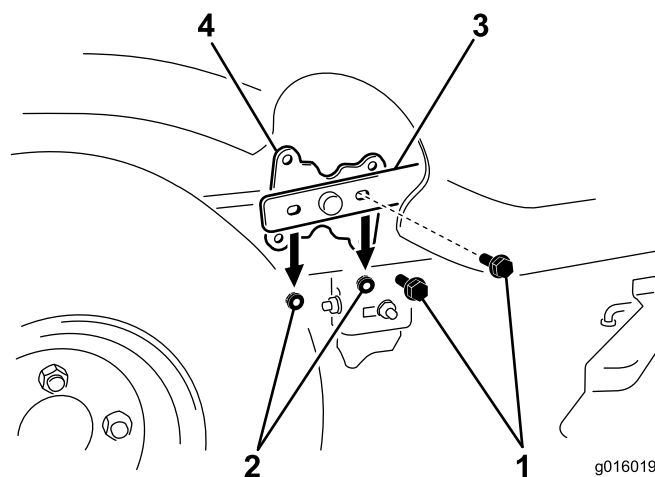

Figura 2
1. Individuate il braccio e la leva di sollevamento sotto la scanalatura destra (Figura 2).
2. Rimuovete gli elementi che fissano il braccio alla superficie di collegamento della leva di sollevamento (Figura 2).